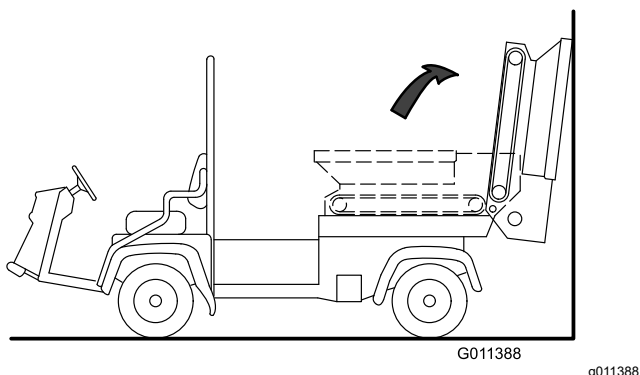

Figure 32
3. Faites pivoter la trémie en arrière et appuyez-la contre un mur, un poteau, une échelle, etc. (Figure 32).
Veillez à faire pivoter la trémie au-delà du centre et/ou à l'appuyer solidement contre le mur ou le poteau pour l'empêcher de tomber accidentellement dans la zone de travail (Figure 32).
3. Rabattez la trémie avec précaution sur les rails du cadre coulissant ; voir la Figure 32 sous Démontage du plateau coulissant (page 24).